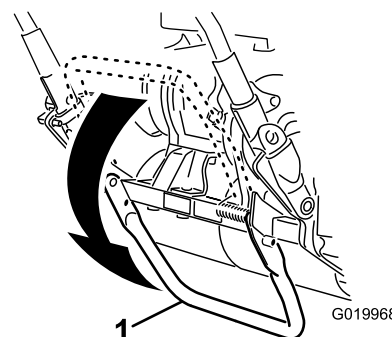

Bild 9
- Treten Sie den Ständer in der Mitte des Ständers **mit dem Fuß nach unten** und ziehen die Maschine am Griff hoch, bis der Ständer sich nach vorne über die Mitte gedreht hat (Bild 9).